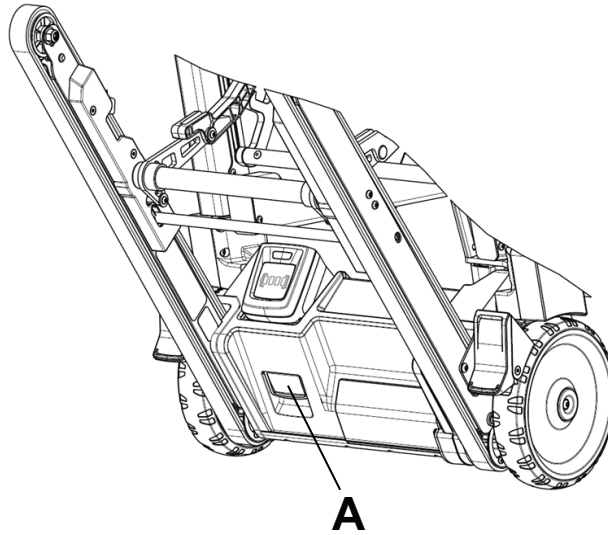

Abbildung 10 – Akkuentriegelung
1. Zum Entnehmen des Akkus aus dem Produkt die rote Akkuentriegelung (A) zum eigenen Körper hin ziehen (Abbildung 10).